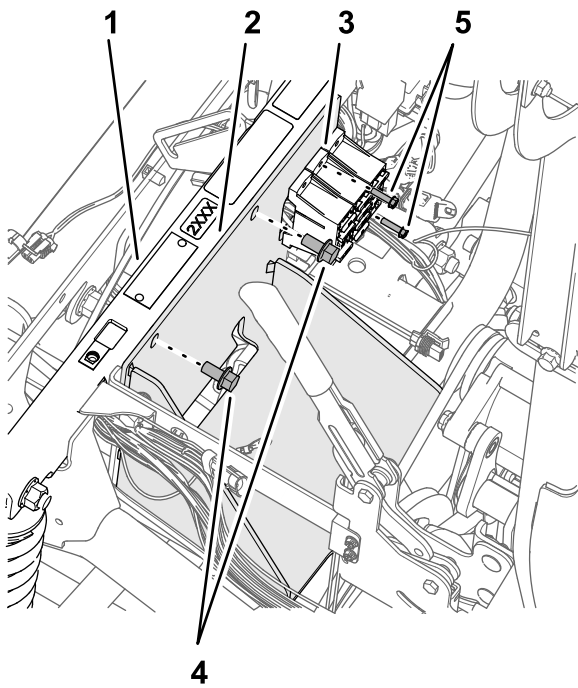

Bild 174
2. Montieren Sie die Batteriehalterung mit den zwei Bundkopfschrauben (3/8" x 3/4"), die Sie in Schritt 4 in Entfernen der Batterie \(300 A\) und der Batteriehalterung \(Seite 77\) aufbewahrt haben, am Stützrohr des Stoßdämpfers (Bild 174).
4. Befestigen Sie die Sicherungskästen mit der Schraube (10-24" x 3/4") und den Muttern (10-24"), die Sie in Schritt 3 in Entfernen der Batterie \(300 A\) und der Batteriehalterung \(Seite 77\) entfernt haben, an der Batteriehalterung (Bild 174).